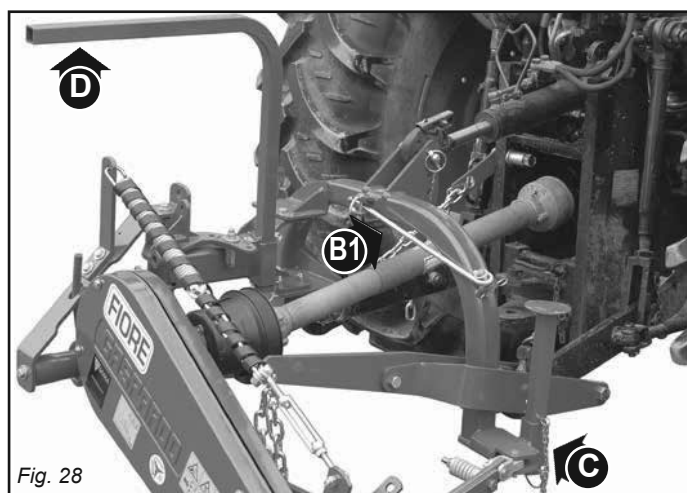

Fig. 28
- Déplacer les étaçons de soutien (C et D, Fig. 28) et les remonter renversés dans les propres sièges.
- Désenfiler le crochet de sécurité (B1, Fig. 28), qui sert seulement pour le transport et le remettre dans le logement supérieur du châssis.